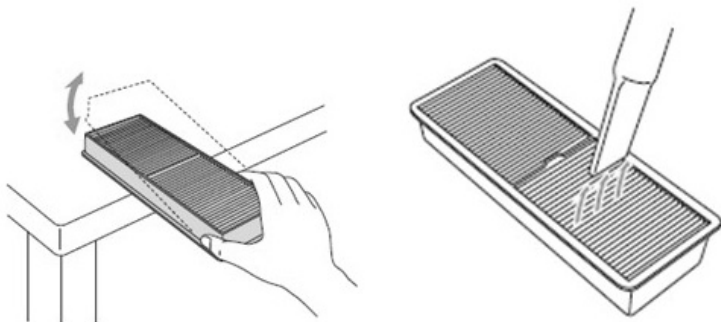

图 6-29 清洁滤网
② 将滤网的前面(灰尘较多一面)朝下,轻敲 4~5 次,抖落灰尘。再将滤网翻过来,按同样的方式敲击另一面。然后使用吸尘器清洁滤网的前面,以清除滤网深层的灰尘,如图 6-29 所示。